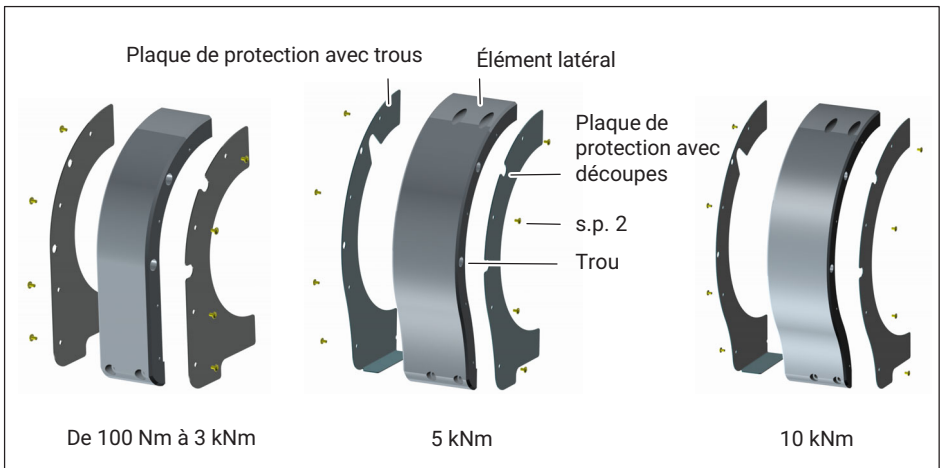

Fig. 8.7 Montage des plaques de protection
4. Visser les plaques de protection sur les éléments latéraux (vis à six pans creux s.p. 2 ; couple de serrage $M_A = 1 \text{ N} \cdot \text{m}$). Noter qu'il faut monter la plaque de protection comportant les découpes du côté doté de trous de l'élément latéral ! (Voir Fig. 8.7.)